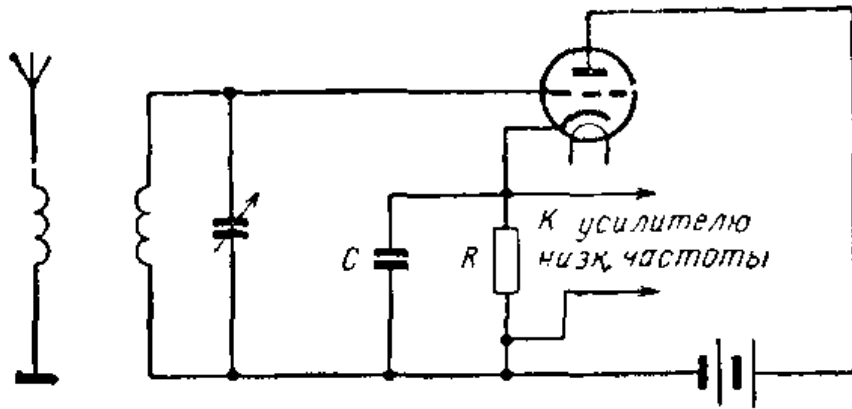

Рис. VI.69. Схема катодного детектора.
**Катодный детектор.** Иногда применяют катодный детектор (рис. VI.69). Сопротивление его нагрузки  $R$